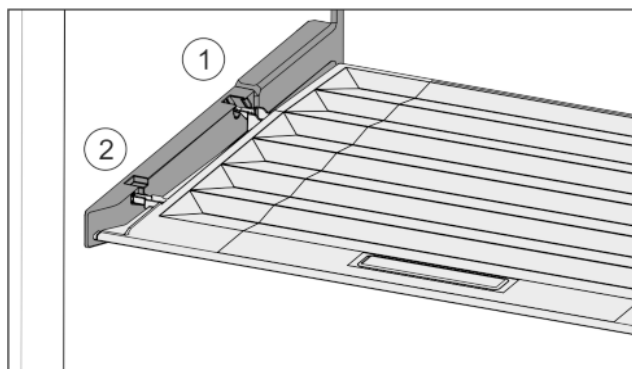

Fig. 30
- Пъхнете шийките на капака през отвора в задния държач Fig. 30 (1) и фиксирайте отпред в държача Fig. 30 (2).